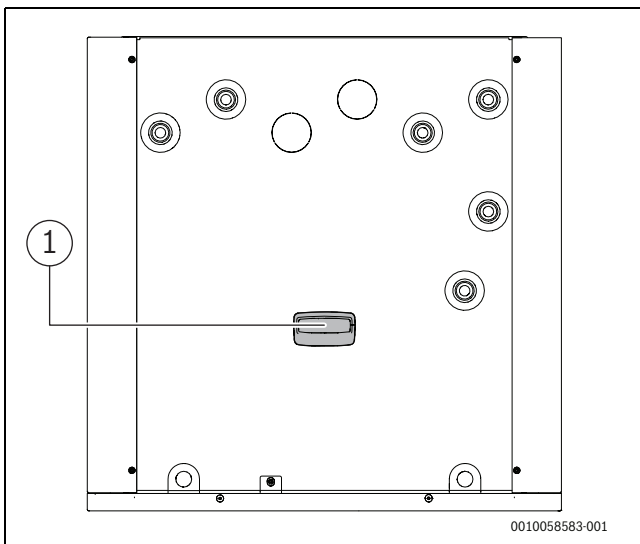

Bild 16 Connect-Key platzieren
- ▶ Modul in den Halter einsetzen (→ [1], Abbildung 16). Wenn das Modul richtig eingesetzt wurde, blinkt eine LED.